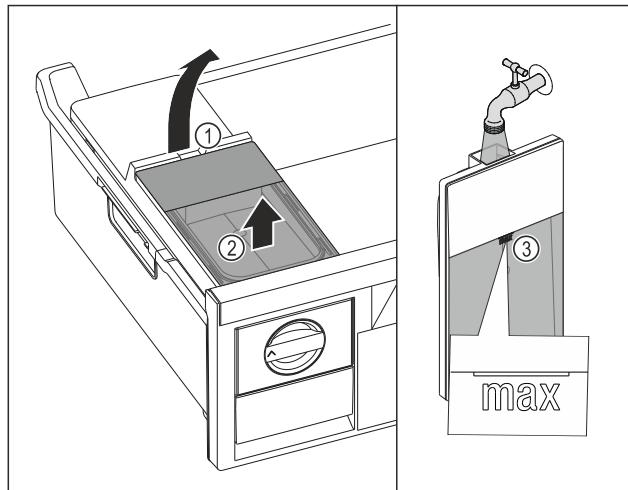

Fig. 180
- Поднимите бак для воды за выемку Fig. 180 (1).
- Извлеките бак для воды движением вверх. Fig. 180 (2)
- Наполните бак для воды питьевой водой до отметки Fig. 180 (3).